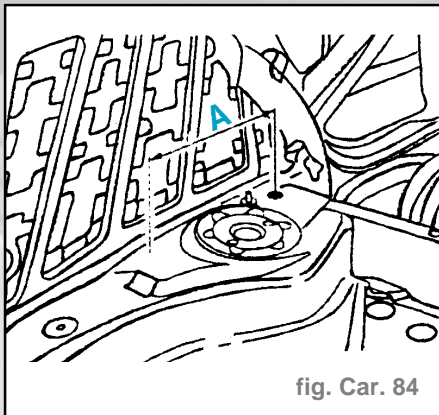

fig. Car. 84
- Tracer la ligne de coupe sur le longeron de gauche et exécuter la coupe (fig. Car. 84)
- Côte (A) = **265 mm** du centre de trou  $\varnothing$  20 mm